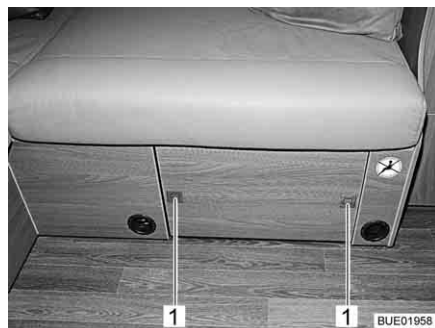

Fig. 114 Tavolino da salotto, stivato
- Premere i bottoni automatici (Fig. 114,1) sul diaframma del vano sedile. I bottoni automatici scattano all'infuori.
- Premere verso l'interno i bottoni automatici (Fig. 114,1) finché non si innestano.